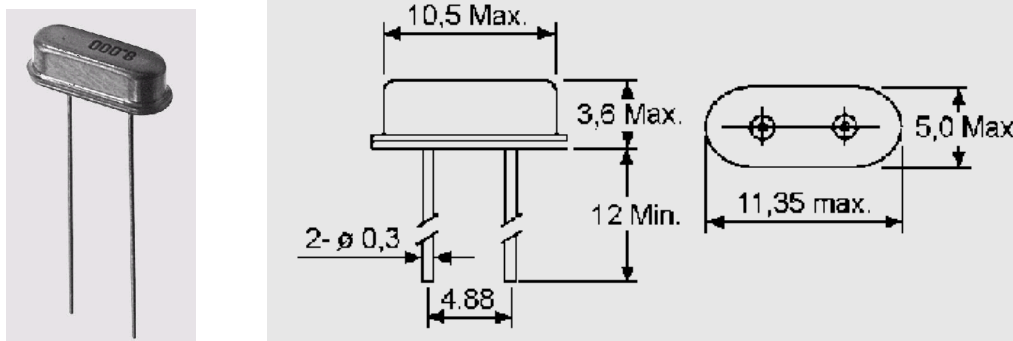

Figura 8. Capsula cristalului de cuarț
d) Cristatul de cuarț va avea capsula prezentată în figura 8.